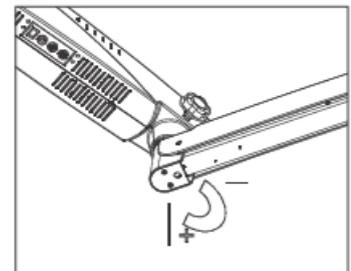

Figura 54
2. Afloje los dos tornillos Allen utilizando una llave Allen de 4 mm como se muestra en la figura 54.